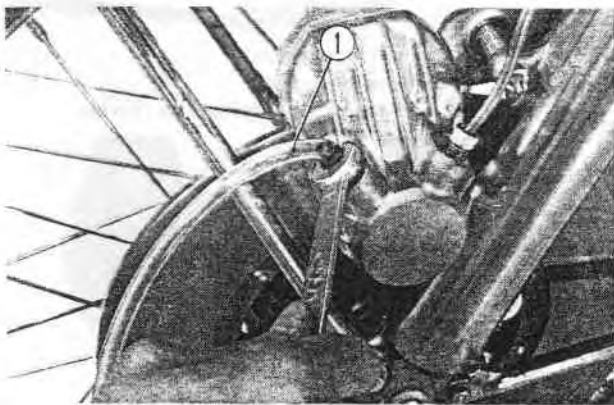

Fig. 14-13 ① Tuyauterie de purge
a. Enlever le capuchon pare-poussière de la purge et fixer un tube de purge. (Fig. 14-13)